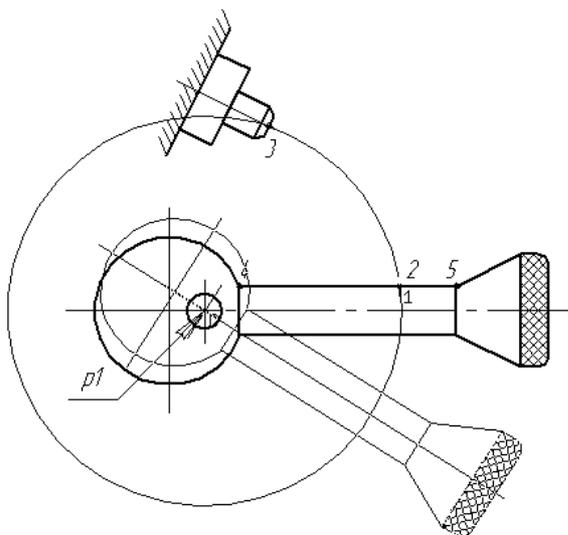

Рис. 44
2.3. В ответ на запрос системы **Укажите точку центра поворота или введите ее координаты** укажите точку 1 (рис. 44).